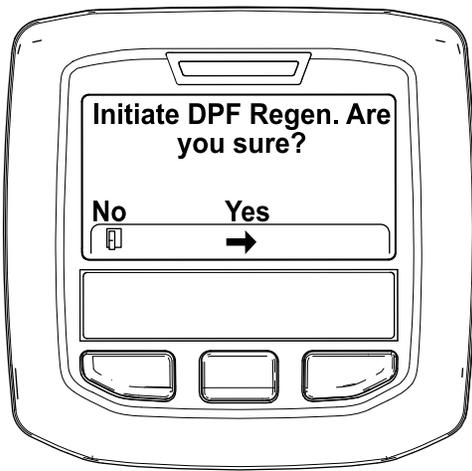

Figura 32
4. Cuando aparezca el mensaje "Initiate DPF Regen. Are you sure?" (Iniciar regeneración del FPD. ¿Está seguro?), presione el botón central (Figura 32).